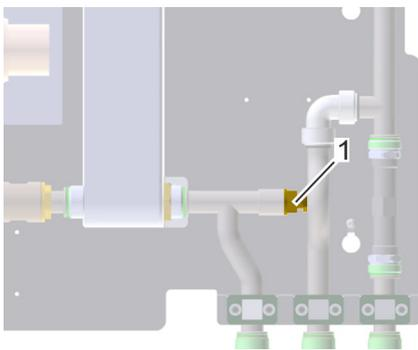

Abb. 83: Ventil frischwasserseitig aufdrehen
1. Um den Sekundärkreislauf des Frishwarmwassermoduls drucklos zu schalten, 1 Ventil (Abb. 83/1) aufdrehen.